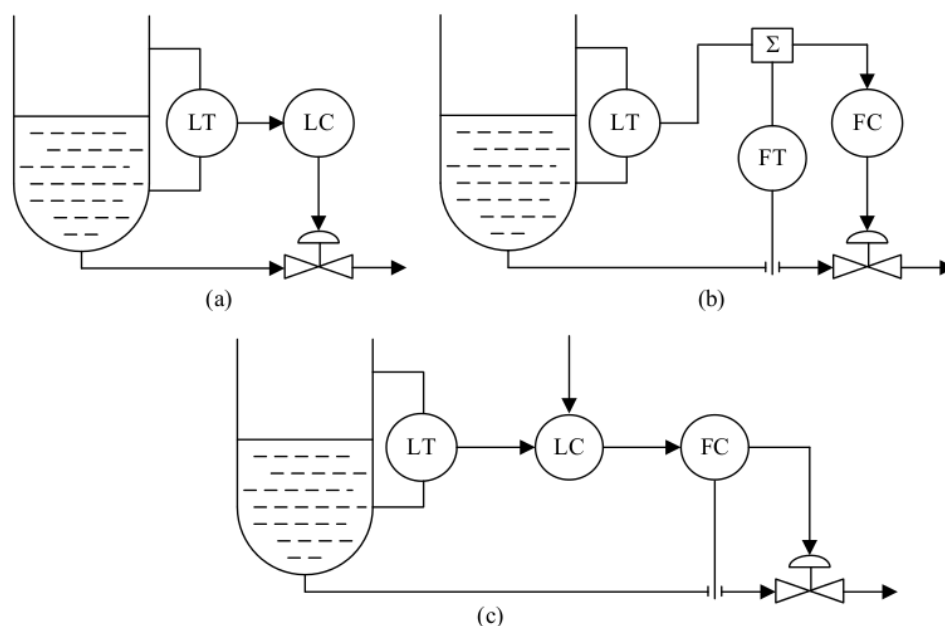

图 5: 均匀控制的几种方案
- (1) 其它常见控制系统包括（均匀控制）、（分程控制）和（选择控制）。
- (2) 均匀控制的系统特点是（相互矛盾的两个被控参数在控制过程中是变化的，而且这种变化是限定在一定范围内并是缓慢的）。
- (3) 均匀控制的几种形式：如图 5 所示，分别表示 a.（单回路方案）；b.（双冲量方案）；c.（串级均匀方案）。